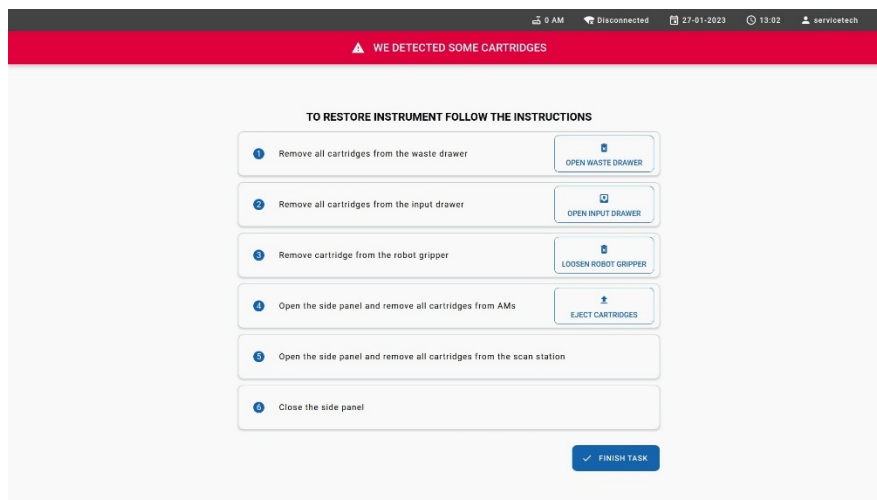

Abbildung 83. Bildschirm zur Kartuschenrückgewinnung.
Während der Initialisierung prüft das System, ob sich Kartuschen in den Zufuhr-/Abfallschubladen, der Scan-Station und Analysemodulen (AM) befinden. Wenn während der Initialisierung Kartuschen erkannt werden, leitet die Software den Benutzer durch das Verfahren, um das Gerät wieder in einen sicheren Zustand zu versetzen (Abbildung 83).